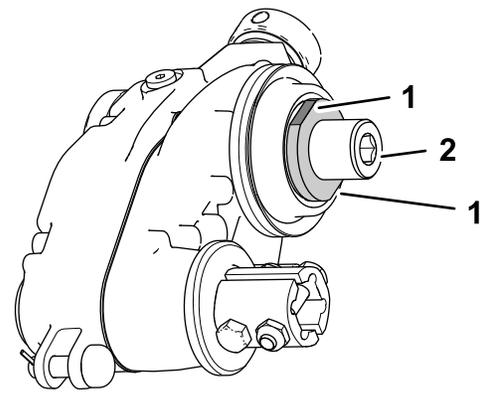

Figura 6
**Nota:** Al apretar el adaptador de molinete y el eje de la caja de transmisión, sujete el eje de la caja de transmisión con una llave inglesa sobre los segmentos planos en el lado interior de la caja de transmisión del groomer (Figura 6).